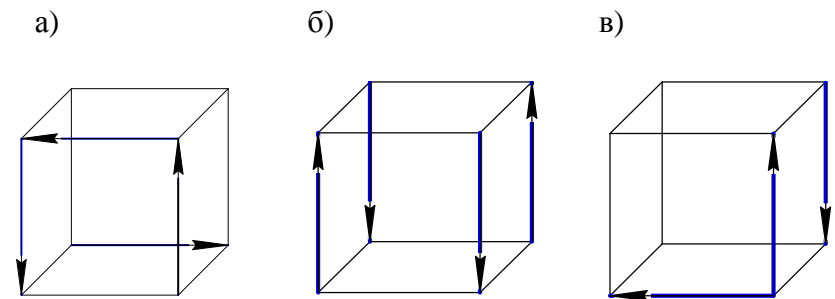

Рис.1.28
1.36. На куб действуют силы, модули и направления которых определяются соответствующими ребрами куба (рис. 1.28). В каком случае система сил приводится к «динамическому винту»? [простой выбор]